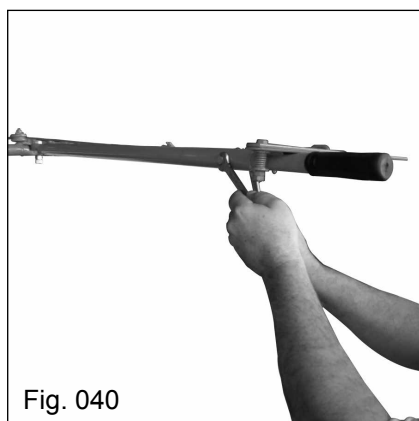

Fig. 040
- Solte o parafuso que une a alavanca auxiliar e o prolongador da alavanca auxiliar (Fig. 040);